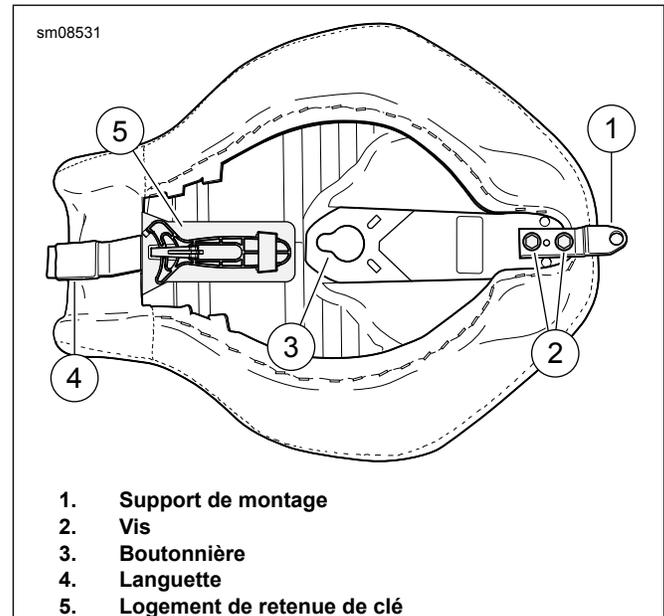

Figure 1. Support, vis, boutonnière et languette
1. Voir Figure 1. Déposer les deux vis (2) attachant le support de selle arrière (1). Déposer le support. Garder les vis et le support pour installation sur le siège du passager.